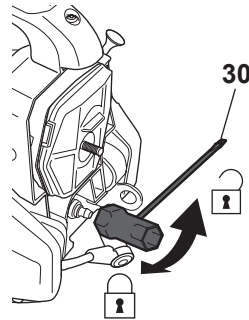

Fig. 63
- > Dévissez la bougie d'allumage à l'aide de l'outil multi-usage fourni [30], puis ôtez-la (Fig. 63).